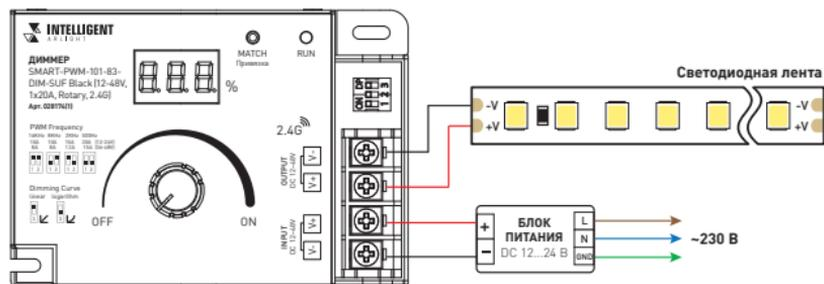

Рис. 1. Схема подключения диммера SMART-PWM-101-83-DIM-SUF
- 3.2. Подключите диммер согласно схеме на рис. 1.